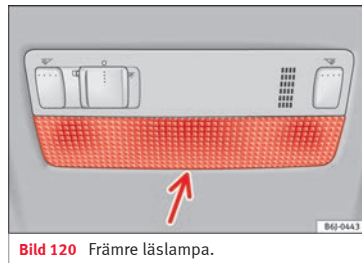

Bild 120 Främre läslampa.
- För in en liten skruvmejsel mellan huset och glaset » **bild 120**.